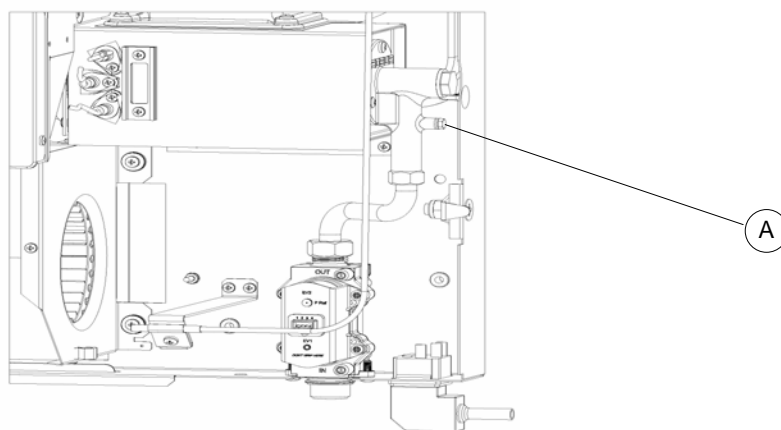

Figura 18 .
2. Collegare un micromanometro alla presa pressione A (vedi Figura 18), dopo aver tolto la relativa vite di tenuta.
Quando la temperatura dello scambiatore si riduce, in automatico il radiatore ritorna al funzionamento normale. Nel caso in cui il surriscaldamento causato dall'ostruzione delle griglie permanga, il termostato di pre-limite (riferimento B di Figura 18) spegne il radiatore e sul display compare l'errore E010, che si resetterà in automatico appena la temperatura dello scambiatore si sarà abbassata.
- D) **Caso di surriscaldamento continuato:** se durante il funzionamento del radiatore il ventilatore si arresta, interviene il termostato di sicurezza che toglie alimentazione elettrica alla elettrovalvola, interrompendo il flusso di gas al bruciatore (sul display compare l'errore r002). Per ripristinare il funzionamento attendere una decina di minuti circa affinché la temperatura si abbassi, **togliere tensione al radiatore**, togliere il mantello e riarmare il radiatore premendo il tasto di reset posto sul termostato di sicurezza all'interno del radiatore (vedi riferimento A di Figura 18).